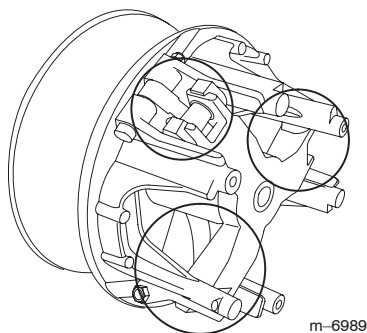

Figura 54
6. Lubrificate le parti in movimento nelle zone contrassegnate da un cerchio nella Figura 54, utilizzando l'aerosol lubrificante a secco Toro (Dry Lubricant Spray) reperibile dal rivenditore o distributore autorizzato Toro di zona.